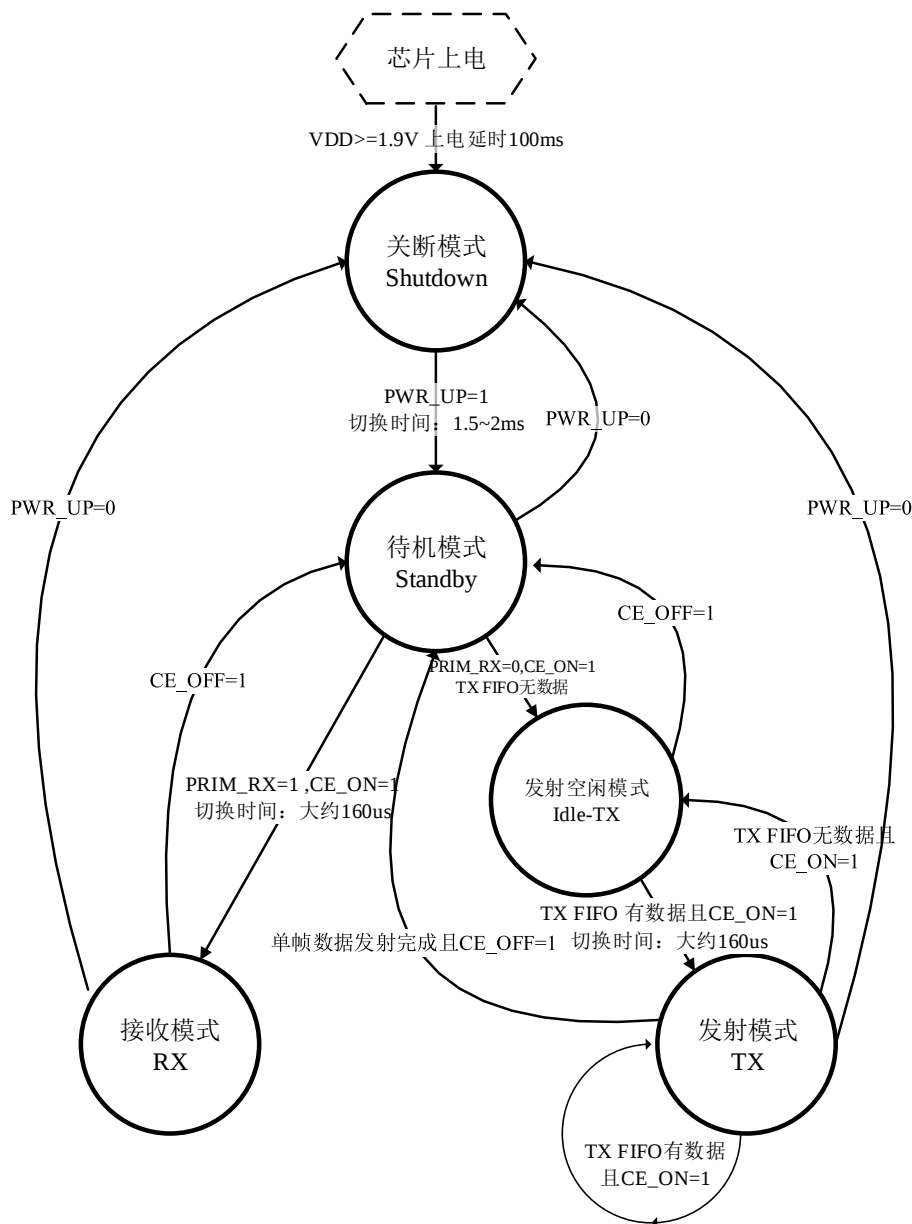

图 19-1 Si24R1 工作模式切换图
2.4G 收发器可配置为 Shutdown、Standby、Idle-TX、TX 和 RX 五种工作模式。状态转换图如图 19-1 所示。